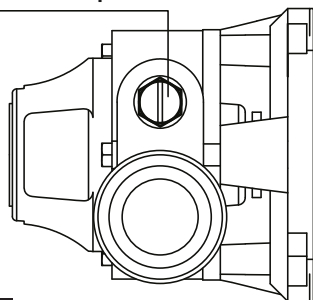

Рис. 9
1. Перш ніж підключати насос до електромережі, заповніть його корпус та всмоктуючий трубопровід водою (**рис. 9**).